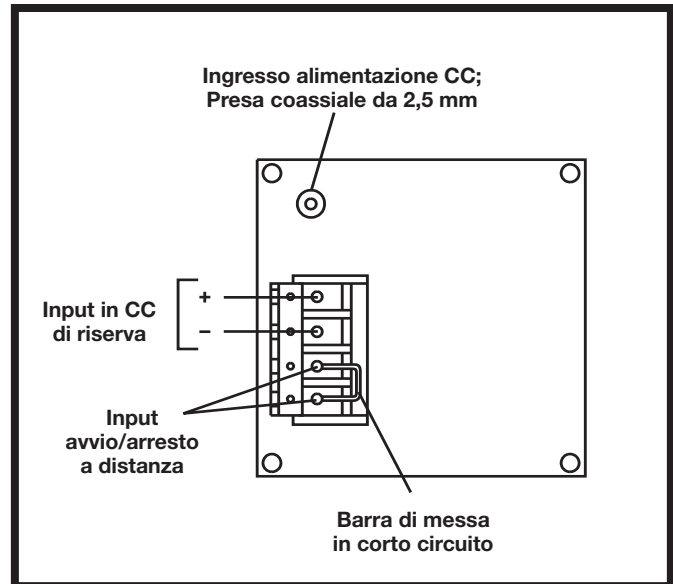

Figura 3. Motorizzazione pompa – Pannello posteriore
Il pannello posteriore, Figura 3, contiene un jack per l'alimentazione in CC per il collegamento all'alimentazione principale e una morsettiera a 4 terminali per il collegamento del telecomando di avvio /arresto e per l'alimentatore in CC di riserva.
**Avvio/arresto telecomando:** I terminali 3 e 4 sulla morsettiera nel pannello posteriore, Figura 3, servono per le operazioni di avvio/arresto con telecomando. Il senso operativo e la velocità della pompa non possono essere comandati a distanza. Nelle applicazioni senza l'uso del telecomando, questi terminali sono collegati assieme tramite una barra cortocircuitante. Per il comando a distanza per mezzo di chiusura di commutazione occorre togliere la barra cortocircuitante e collegare i due terminali dell'interruttore di comando a distanza ai terminali 3 e 4. La chiusura dei contatti dell'interruttore del telecomando provoca l'avviamento del sistema pompante. L'apertura del contatto provoca l'arresto del sistema pompante.